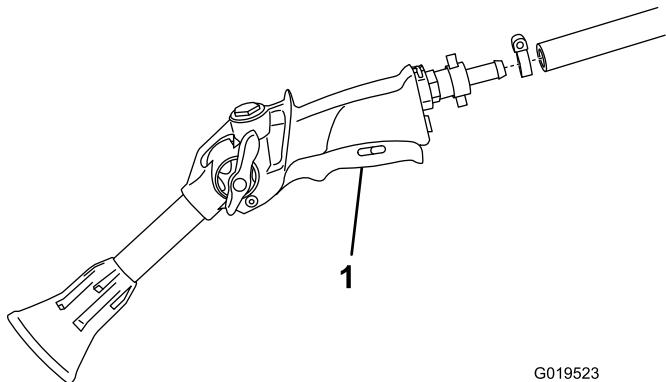

Bild 6
- Schließen Sie das freie Ende des Spritzpistolenschlauchs am Anschlussstück an der Spritzpistole an (Bild 6).